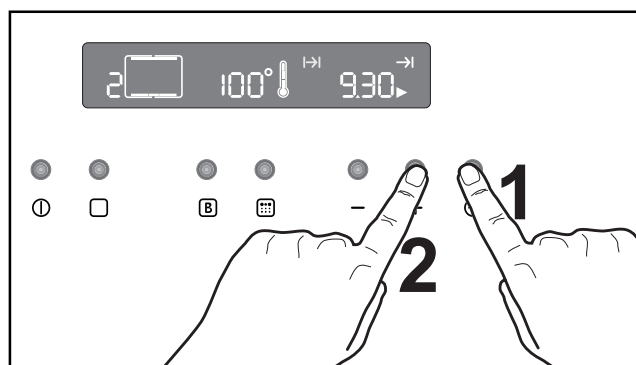

Fig. 13
2. Appuyez sur la touche  jusqu'à sélectionner la fonction "Fin de cuisson" et que le symbole correspondant  clignote. Le panneau de commande affiche le temps de fin de cuisson (c'est-à-dire, le temps réel + le temps de durée de cuisson) (Fig. 13).